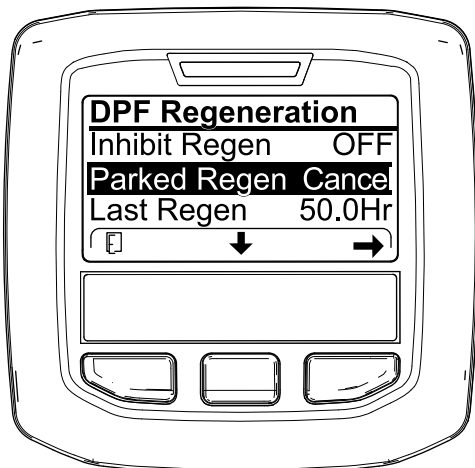
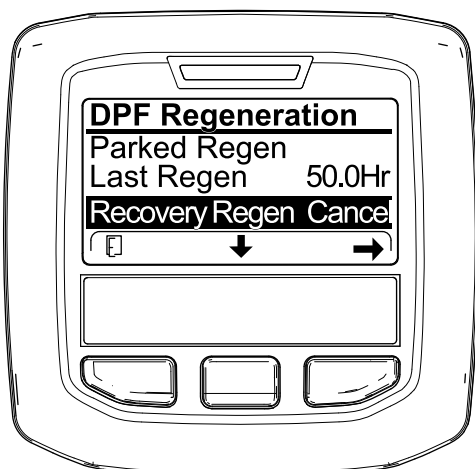

Figura 60
Figura 61
1. Accedete al menu DPF Regeneration (Figura 60).
2. Premete il pulsante centrale per scorrere il menu verso il basso fino all'opzione PARKED REGEN CANCEL (Figura 60) o all'opzione RECOVERY REGEN CANCEL (Figura 61).
3. Premete il pulsante destro per selezionare la voce Cancel relativa alla rigenerazione (Figura 60 o Figura 61).